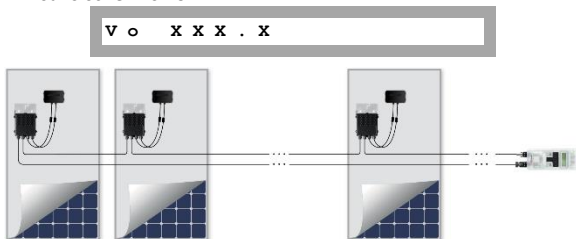

Figura 2: Collegamento della Chiave SolarEdge
- 3** Collegare una stringa di ottimizzatori di potenza alla Chiave SolarEdge (vedere Figura 2).